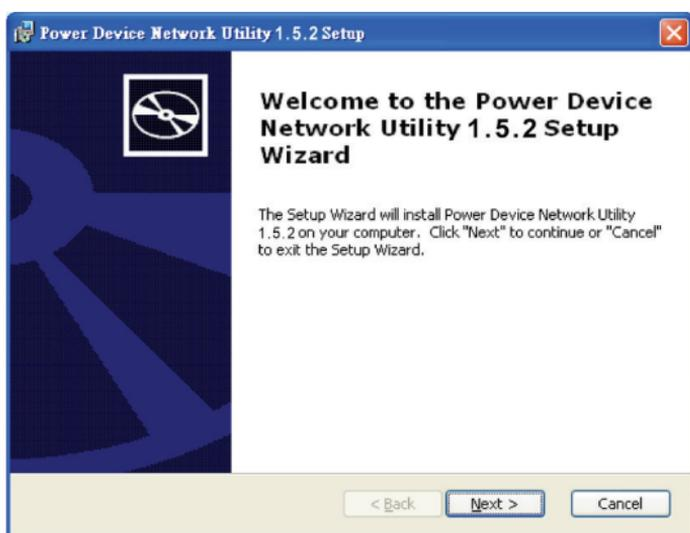

Figure 1
Étape 2. Sélectionnez **Next** (Suivant) dans l'assistant du logiciel (Figure 1).